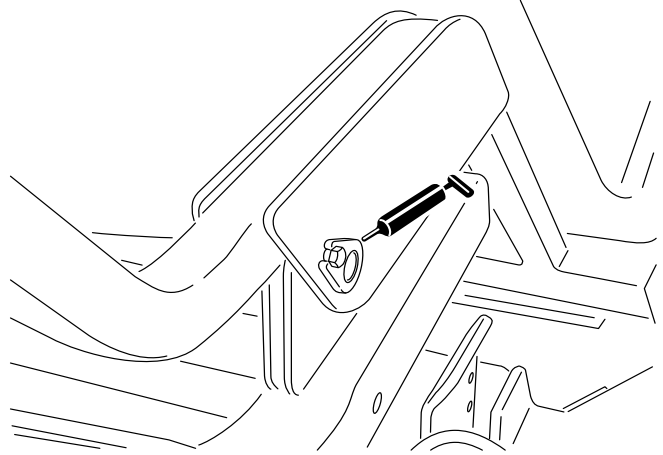

Figura 36
- Pivô da tremonha (inferior) (2) (Figura 36)